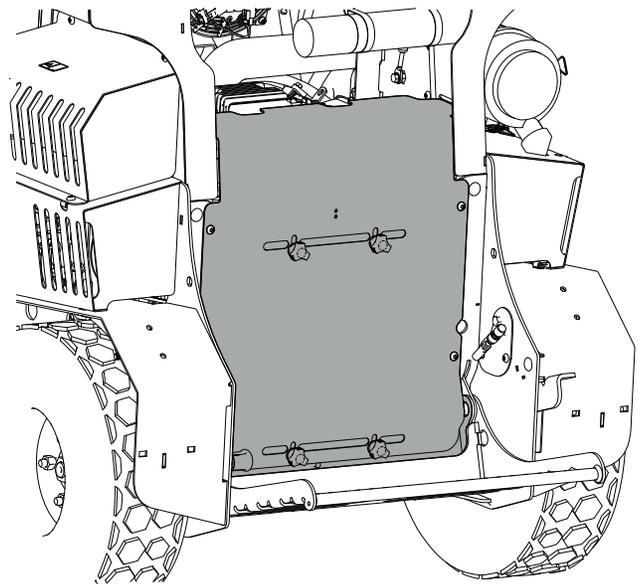

Figure 29
2. Retirez les 4 boulons qui fixent le panneau d'accès à la machine et déposez le panneau (Figure 29).